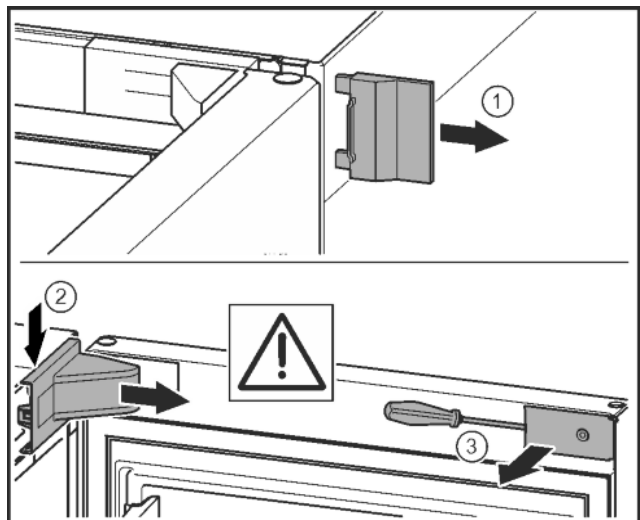

Fig. 11*
- Detașați capacul exterior.* Fig. 11 (1)
- Deblocați și desprindeți capacul suportului de lagăr. Scoateți capacul suportului de lagăr.* Fig. 11 (2)
- Deblocați masca cu șurubelnița plată și pivotați-o în lateral.* Fig. 11 (3)